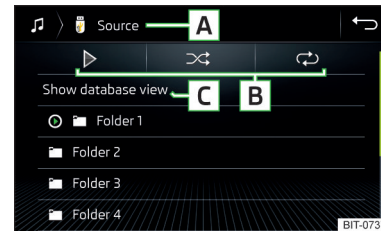

Abb. 139
**Ordner-/Titelliste** » Abb. 139